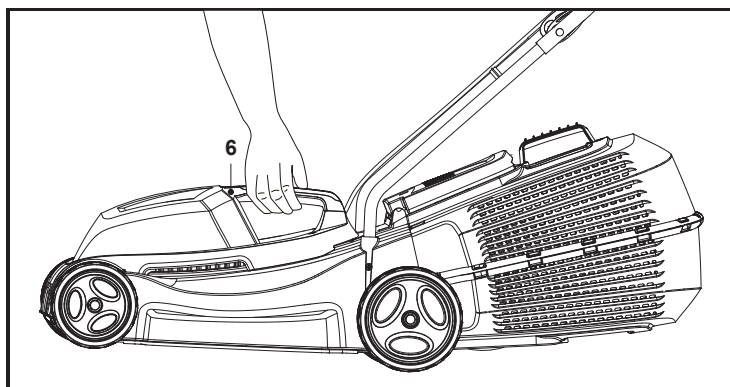

Fig. 7
Si desea transportarlo a un lugar más alto o subirlo a un escalón, puede utilizar el asa de transporte (6) (Fig. 7).